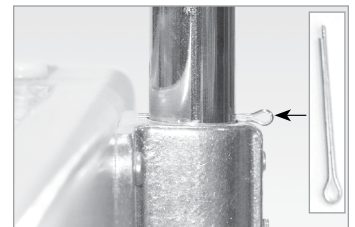

Figura 5: coppiglio prima e dopo la rimozione dal Trap Table.
13. Agganciare le catene di sicurezza più lunghe alle viti ad anello esterne, presenti sull'estremità superiore della struttura di sostegno. Vedere figura 1. Agganciare la catena di sicurezza più corta alla vite ad anello centrale, posta sulla stessa estremità. Attaccare i giunti istantanei alle viti ad anello della struttura di sostegno, come in figura 5.
Coppigli rimossi. Questi coppigli sono situati nei tubi verticali che allineano il baldacchino al telaio e devono essere rimossi non appena l'installazione è completata. I coppigli non rimossi possono strappare gli abiti e lacerare la pelle. Usare le pinze per rimuovere i coppigli. Conservare i coppigli in caso di necessità per smontare e rimontare il lettino per poterlo trasportare, vedere **figura 5**.